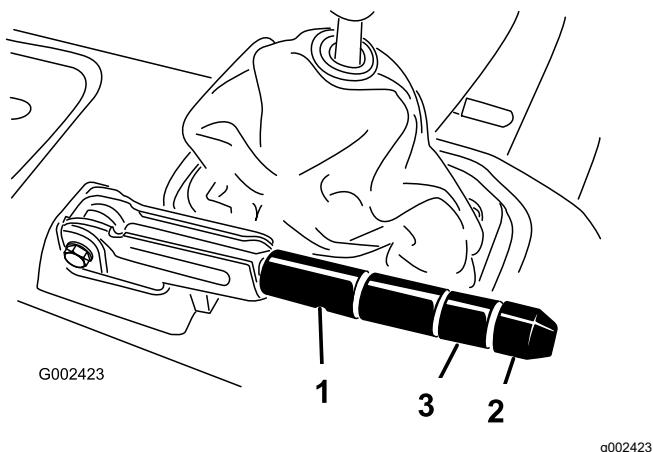

Figura 64
3. Allentate la vite a pressione che fissa la manopola alla leva del freno di stazionamento (Figura 64).